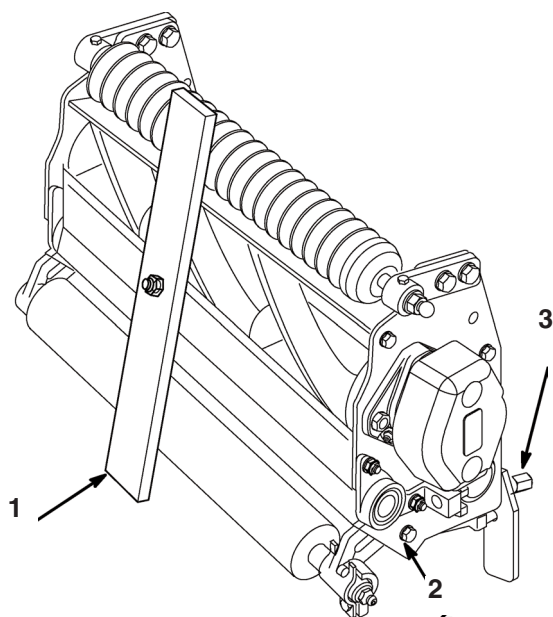

Figure 5
2. Retournez le plateau de coupe (90°) et posez- le en appui sur le rouleau arriLre et les pattes arriLre supØrieures. Desserrez les contre- Øcrous des boulons de retenue des supports du rouleau arriLre (Fig. 5).
3. Sur le calibre (RØf. 13-8199), réglez la tête de la vis à la hauteur de coupe voulue (Fig. 5). La hauteur de coupe correspond à la distance entre le calibre et la base de la tête de la vis.